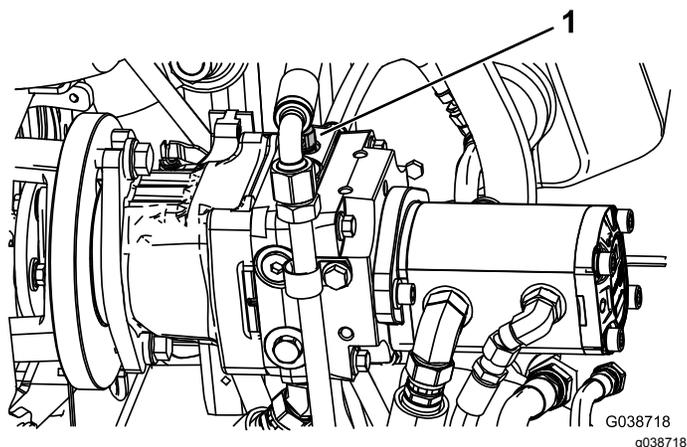

Figure 25
1. Localisez la vanne de dérivation sur la pompe et tournez-la de 2 tours complets dans le sens antihoraire (Figure 25).
2. Avant de mettre le moteur en marche, tournez la vanne de dérivation de 2 tours complets dans le sens horaire pour la fermer (Figure 25).